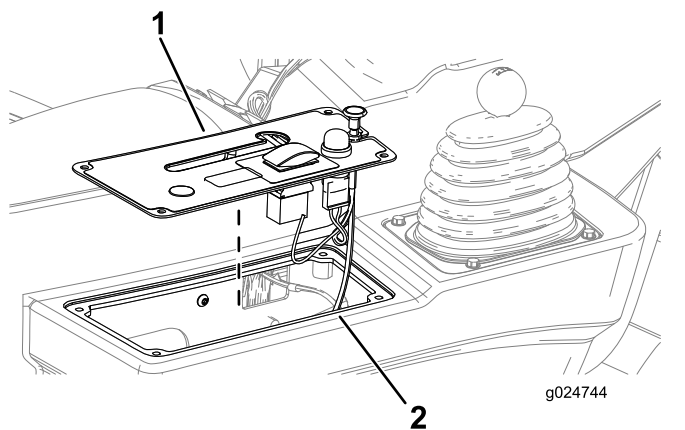

Figure 19
1. Alignez le couvercle du panneau de commande sur la console latérale (Figure 19).